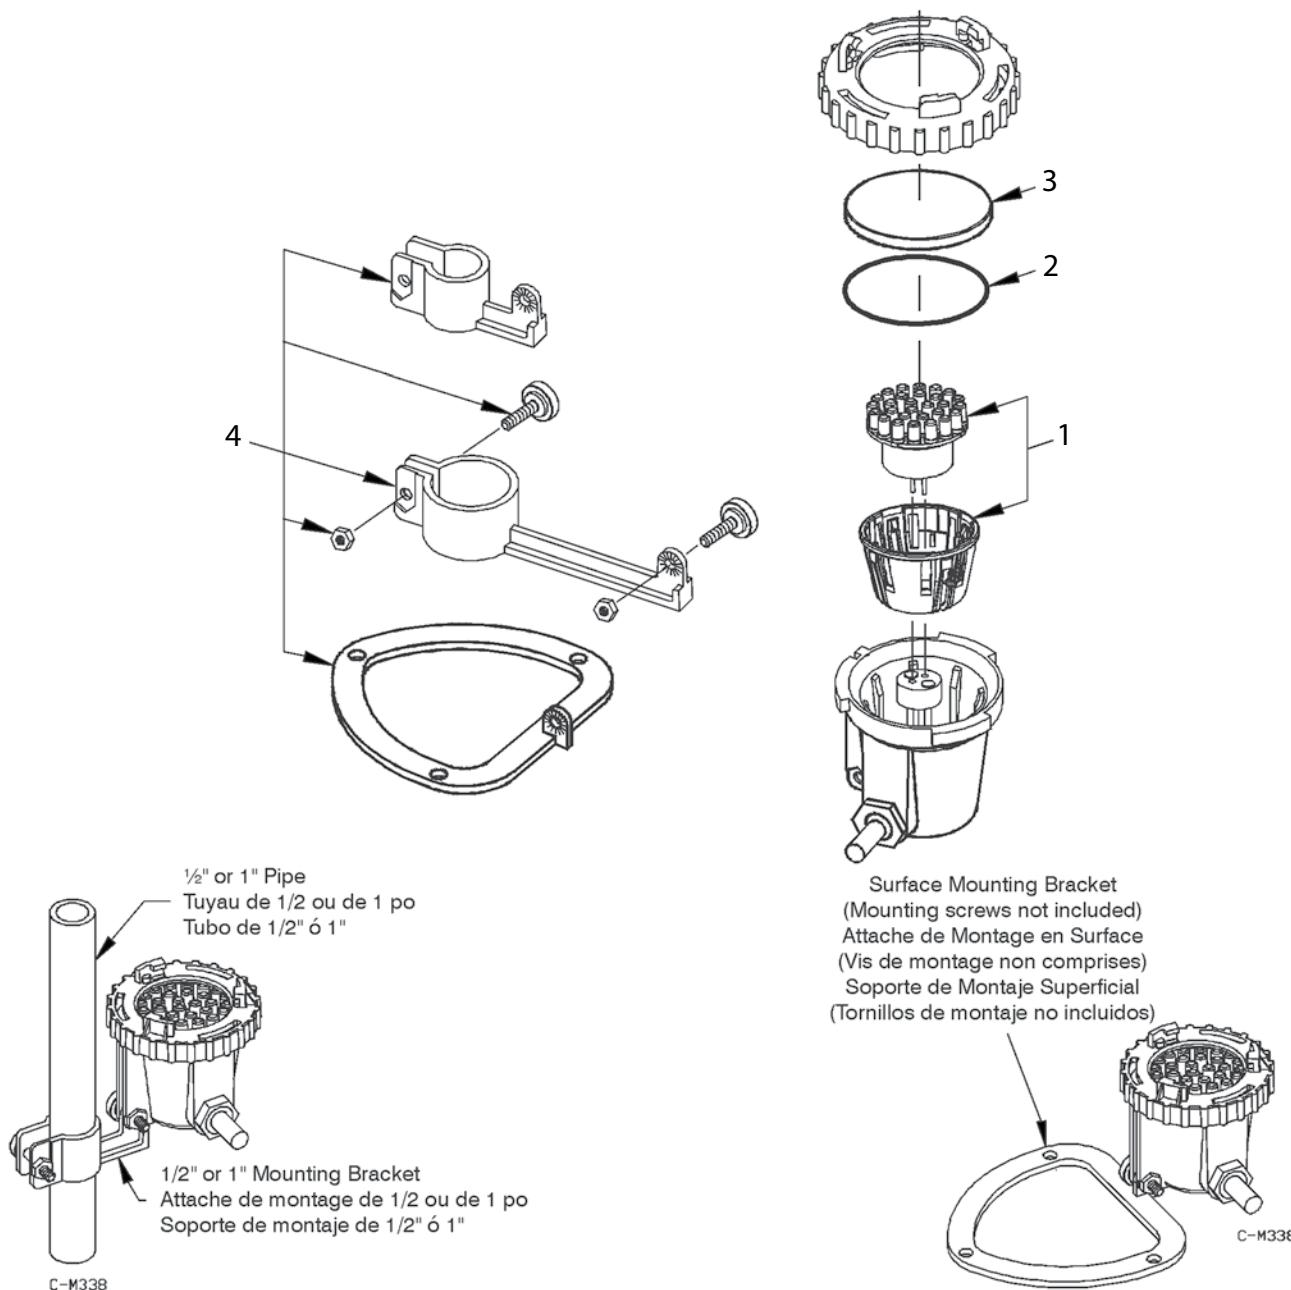

Figure 1 • Figure 1 • Figura 1
c. Pour installer l'ampoule, il suffit de l'insérer dans le support, comme il est Figure 1. S'assurer que les deux broches de l'ampoule sont correctement logées dans les deux petits trous du support. NE PAS toucher la nouvelle ampoule. Saisir uniquement l'ampoule par sa douille en plastique. Le fait de toucher l'ampoule risque de réduire sa durée de vie. Lorsque l'ensemble ampoule/douille est enfoncé dans le support, le faire tourner pour que les ouvertures de la douille en plastique soient vis-à-vis des nervures situées à l'intérieur du support.